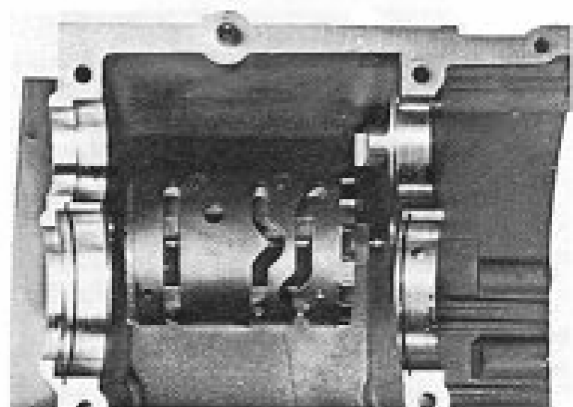

Fig. 163
- Togliere la vite a testa esagonale e rimuovere la leva fermamarce, con relativa rondella e boccia (Fig. 163).
- Undo the hex - headed screw and remove the detent arm with washer and sleeve (Fig. 163).